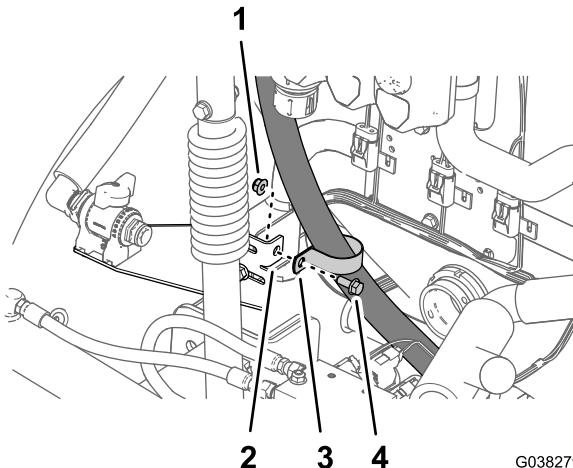

图72
6. 用凸缘头螺栓5/16 x ¾ 英寸和凸缘锁紧螺母5/16 英寸将软管固定到搅拌阀支架的凸耳上图72。